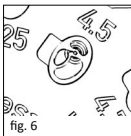

fig. 6
■ **fig. 6** Le tampon de la prothèse doit toucher le fond de l'orifice et le plateau doit être entièrement engagé dans l'encoche prévue à cet effet, de manière que sa face supérieure soit au ras de la face supérieure du Sizer Disk.